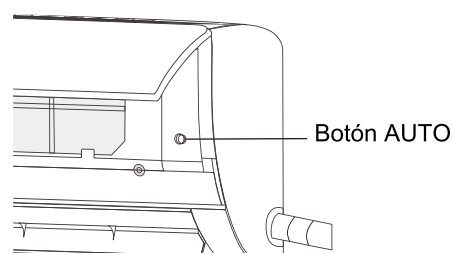

Fig. 4.1
1. Levante el panel frontal y pulse el botón AUTO. (Ver Fig. 4.1)